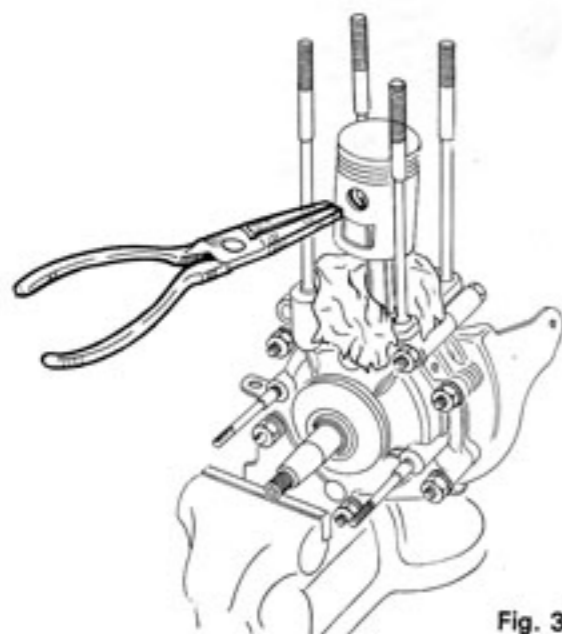

Fig. 3
- Placer un chiffon dans le carter moteur et extraire les joncs d'arrêt d'axe (pince à becs plats, Fig. 3).